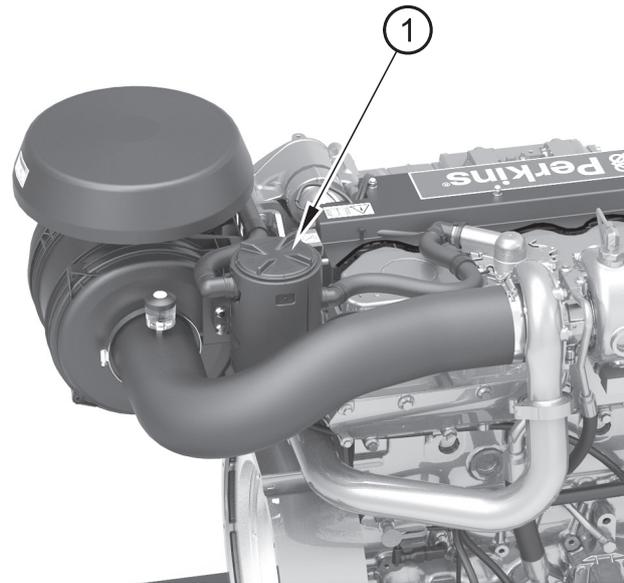

Abbildung 33
1. Schrauben Sie den Lüfterdeckel (Abbildung 33, Nummer 1) gegen den Uhrzeigersinn vom Hauptgehäuse ab.